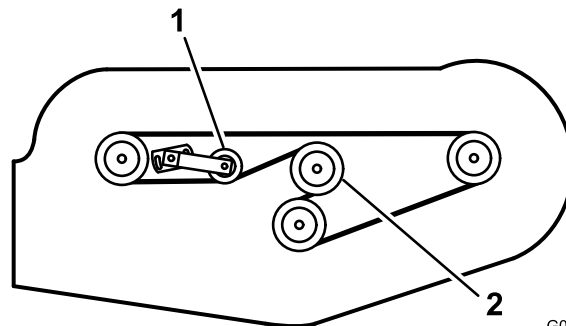

Bild 29
6. Verlegen Sie den neuen Riemen um die Riemenscheibe des Getriebes, die Spindelriemenscheiben, die starre Riemenscheibe und die verstellbare Riemenscheibe (Bild 29).